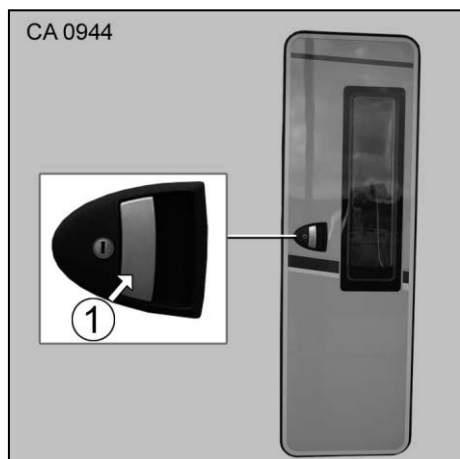

Fig. 40 Extérieur de la portière d'accès
3. Tirer sur le levier à poignée (Fig. 40/1) pour déverrouiller/ouvrir la porte.